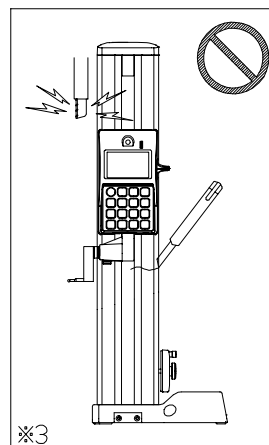

図 3
- ・ 電気ペンで番号等を記入する等、QM-Height に外部から電圧を加えることは絶対しないでください。故障の原因になります。(図 3)